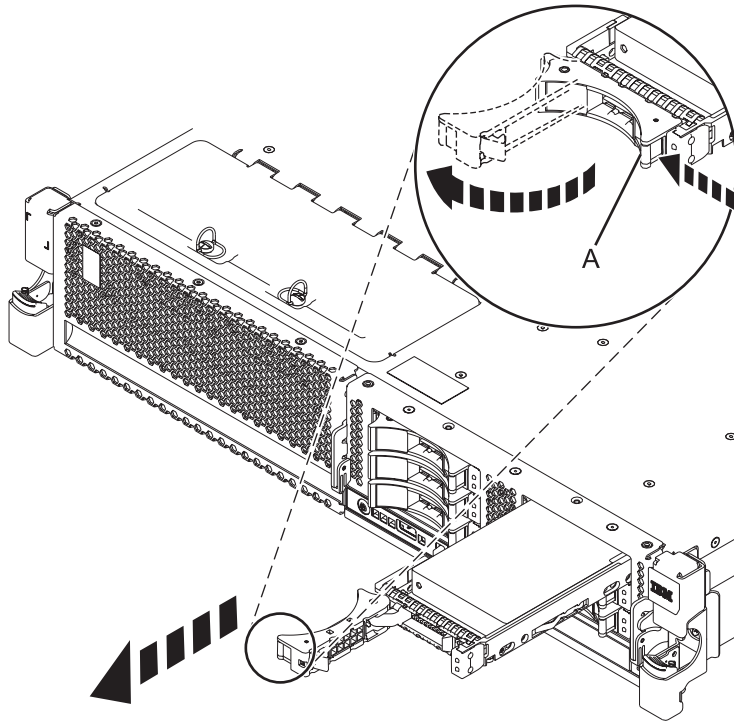

Figure 19. Retrait d'une unité de disque du système
1. Déverrouillez la poignée de l'unité de disque ou de l'unité SSD en appuyant dessus et en la tirant vers vous (voir figure 19, à la page 33).